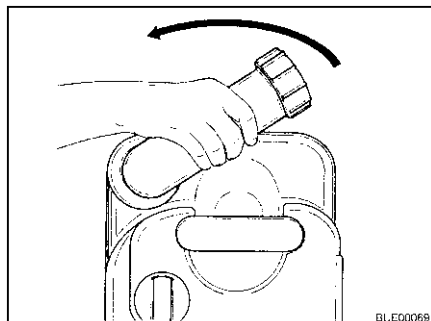

Fig. 258 Tourner la tubulure d'évacuation
- Tourner la tubulure d'évacuation vers le haut (Fig. 258).